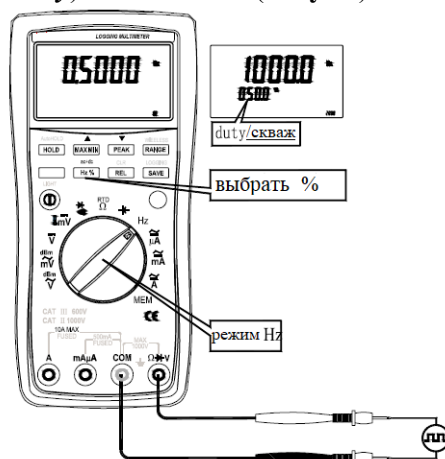

Рис. 22 Измерение частоты / скважности сигнала
3. Подключить провода к объекту (точкам измерения частоты – **рис. 22**).